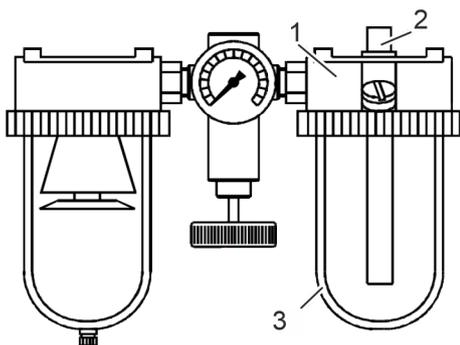

Fig. 13 : réglage du pulvérisateur d'huile
1. ➤ Contrôler le niveau de remplissage sur le pulvérisateur d'huile (Fig. 13 /1). Si le niveau est bas, faire l'appoint d'huile ↻ Chapitre 10.5 « Remplissage du pulvérisateur d'huile » à la page 57.
2. ➤ Régler la quantité d'huile libérée pendant le fonctionnement (gouttes par minute) au niveau de la vis de dosage (Fig. 13 /2). Le nombre de gouttes est visible à travers le regard.